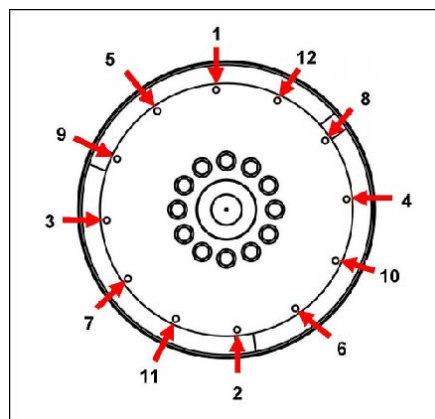

图 22. 固定顺序
10. 拆下校准销。使用头下方的大尺寸垫圈，安装耦合螺栓。按照所示顺序拧紧螺栓以将耦合盘固定到飞轮上。 图 22 在第 xx 页 37。